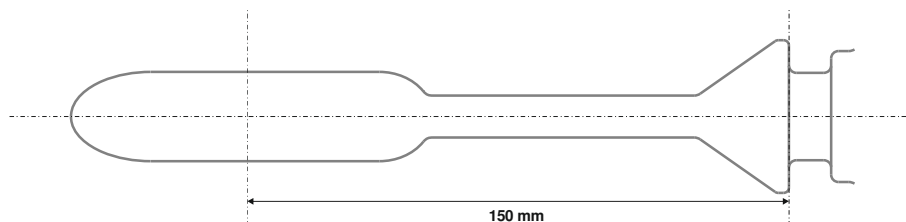

Figure 13 : Distance entre le centre de l'embout en forme de goutte et l'extrémité de l'anneau conique de fixation du préservatif.
- Le centre de l'embout en forme de goutte se trouve à une distance de 150 mm de l'extrémité de l'anneau conique de fixation du préservatif (voir fig. 13).